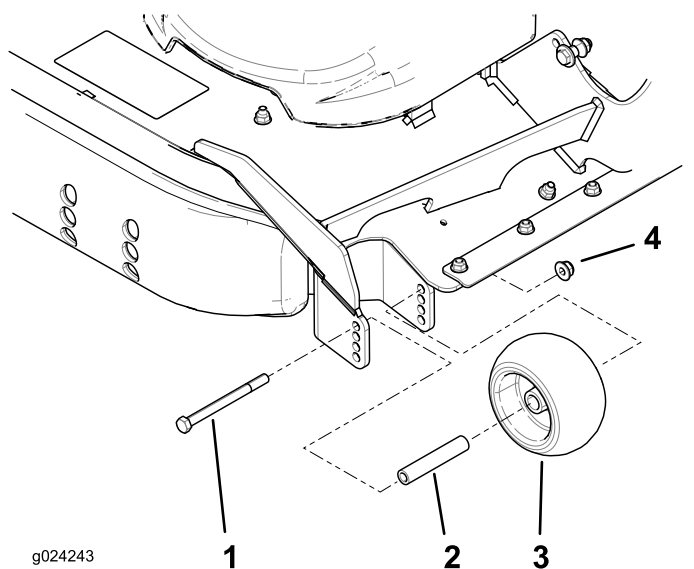

Figura 36
- Regolate i rulli antistrappo come illustrato nella Figura 35 e nella Figura 36.